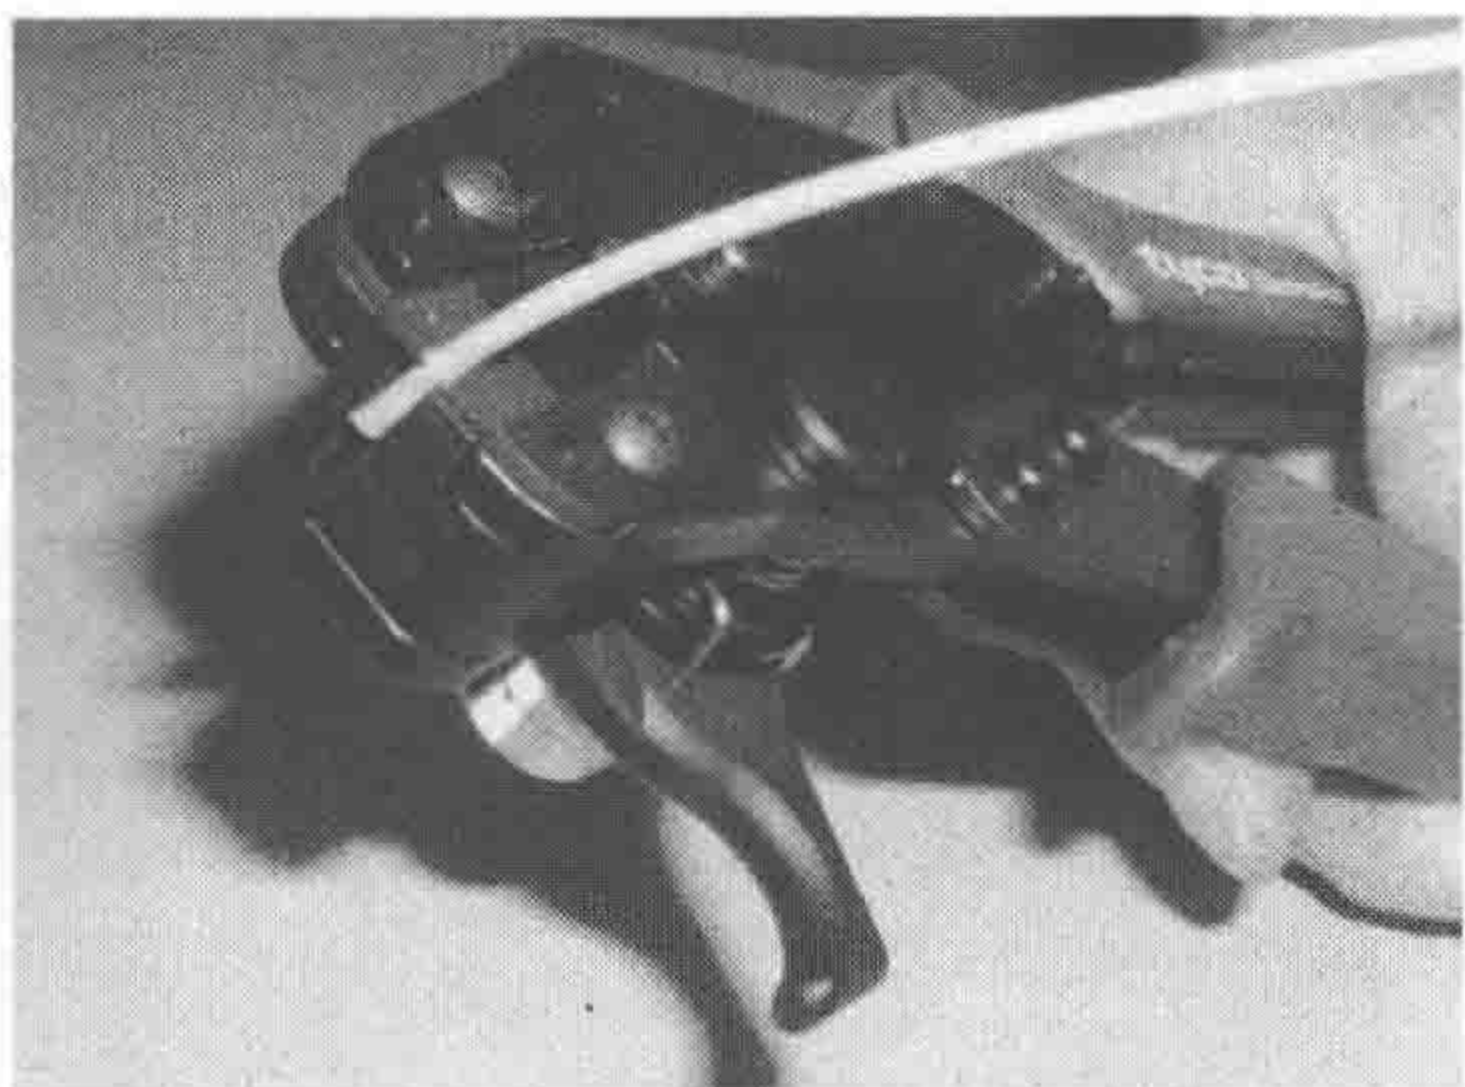

图 1-21 粗略预切割光纤电缆
1) 如图 1-21 所示，根据需要使用 VAS 6223 剪切钳粗略预切割光纤电缆。